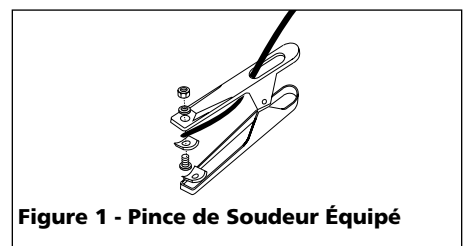

Figure 1 - Pince de Soudeur Équipé
**COLLIER DE MISE À LA TERRE (VOIR FIGURE 1)**